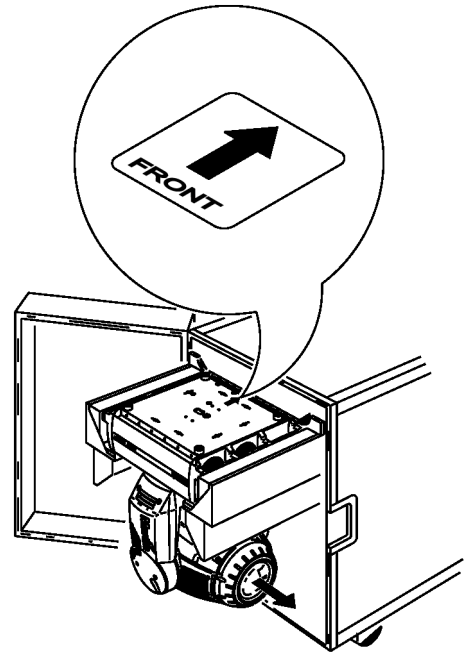

Figure 3 : positionnement dans un fly case pour deux MAC 2000
- 5 Basculez la tête pour qu'elle pointe à l'opposé de la porte comme indiqué figure 3. Verrouillez-la en position horizontale. Ne verrouillez pas la lyre.